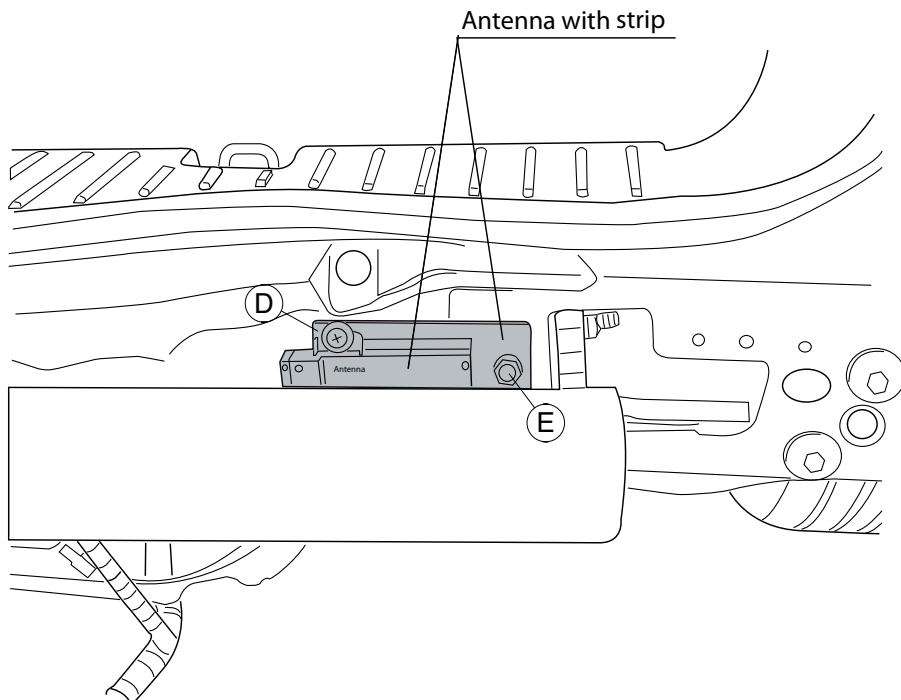

Fig.5
3. Move the antenna if present. See figure 5.
4. Place strip D on the rear wall of the vehicle and secure it to point E. See figure 5.
3. Falls eine Antenne vorhanden ist, diese verlegen. Siehe Abbildung 5.
4. Den Strip D auf der Rückseite des Fahrzeugs anbringen und bei Punkt E befestigen. Siehe Abbildung 5.